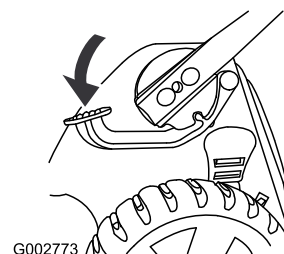

Figura 55
1. Pise el pedal y manténgalo pisado (Figura 55).